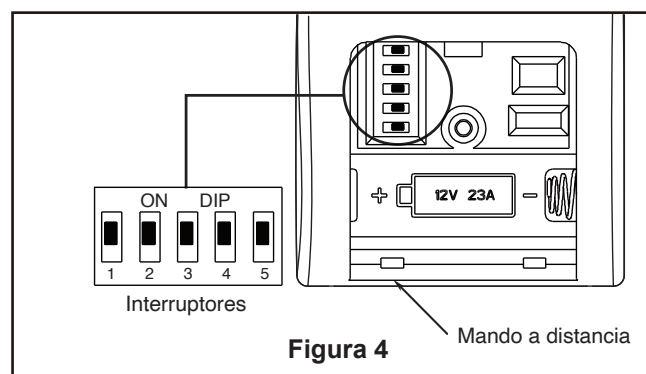

Figura 4
- ☐ 4. Levante cuidadosamente el ventilador y coloque el ensamble de la bola para colgar/varilla en la abrazadera para colgar que acaba de fijar a la caja de salida. Asegúrese de que la ranura de la bola esté alineada con la lengüeta de la abrazadera para colgar. (Figura 4)
- ☐ 5. Fije el cable de seguridad al cable de soporte para techo. Deslice la abrazadera de cables por el cable de seguridad (del ventilador). Pase el extremo del cable a través del aro que forma el cable de soporte para techo. Tire lo más posible del cable a través del aro. Inserte el extremo del cable en el orificio de la abrazadera y ajuste firmemente el tornillo. (Figura 4)
3. Una vez realizadas las conexiones, gire los conductores hacia arriba y, con cuidado, colóquelos dentro de la caja de salida; con los conductores blancos y verdes hacia un lado y los conductores negros hacia el otro. (Figura 4)
- ☐ 4. Para configurar el código del mando a distancia a las mismas posiciones que en el receptor. Mueva los interruptores de código hasta colocar el código de selección en la posición arriba o abajo. Con un destornillador pequeño o con una lapicera (no se incluye) deslice firmemente hacia arriba o hacia abajo. (Figura 4)